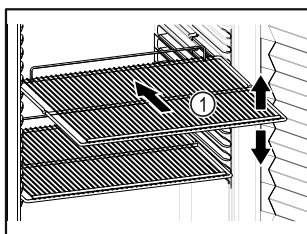

Fig. 61 Ilustrační zobrazení
- ❑ Pokud jsou odstavné rošty Fig. 61 (1) přemístitelné, přizpůsobte je vždy na danou výšku.